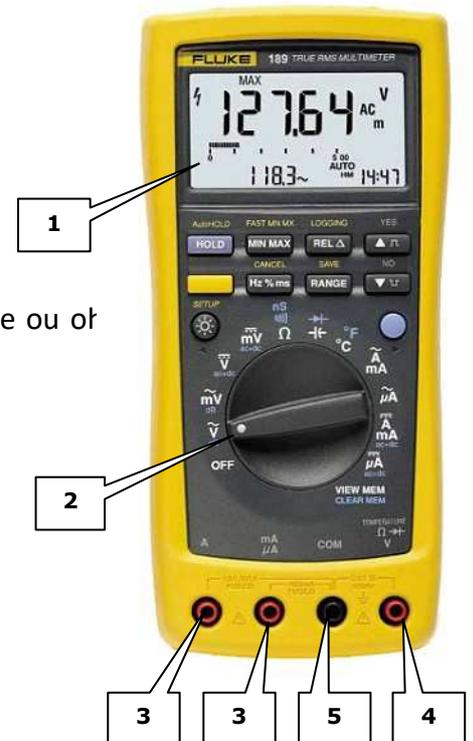

Fig 1 : multimètre
### 2 – Description simplifiée (figure 1)
- 2 - Relier selon le schéma, les appareils de mesure aux branchements BNC des voies 1 et / ou 2 si plusieurs signaux (voir figure 1).
=> **Bouton M / A** (voir figure 1).
=> Bouton **Autoset** (voir figure 1).
=> Bouton CH1, CH2 (voir figure 1).
=> Bouton « masse » dans les boutons de menus (voir figure 1).
=> potentiomètre  pour le déplacement vertical de ce signal (voir figure 1).
=> Potentiomètre de calibre (voir figure 1),
=> Potentiomètre de base de temps (voir figure 1).
=> Bouton « CC » sur le bouton de menus (voir figure 1).
*L'oscilloscope TDS 1002B est muni d'un connecteur USB (voir figure 1) qui permet de faire des sauvegardes des traces (allure) acquises. Pour pouvoir stocker en mémoire sur une clé USB et retravailler les allures acquises, il faut :*
- 2 - Insérer une clé USB dans le connecteur (voir figure 1).